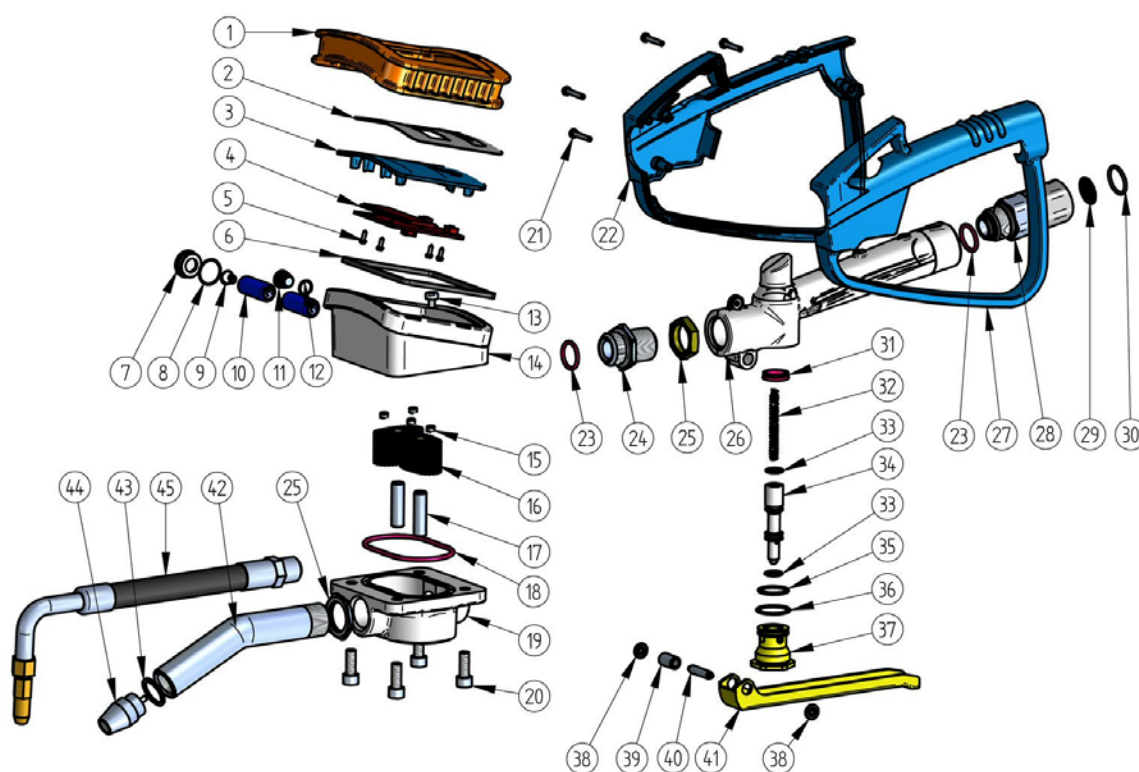

Рис. 8-1: Схема составных частей раздаточного пистолета со счетчиком
- О необходимости замены батарей указывает символ батарейки на дисплее. Осторожным открыванием поз. 7 (Рис.8-1) могут быть изъяты и заново вложены две батареи по 1,5 В (LR1). Осторожно снова прикрутите крышку.
- Сито поз. 29 (Рис. 8-1) необходимо время от времени, в зависимости от загрязнения, прочищать.
Таб.8-1 Пояснения к рис. 8-1